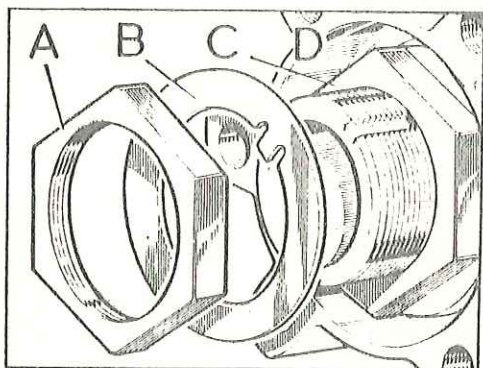

Fig. F-5 Tuerca y arandela de fijación del cojinete del buje
1.2. Aflojar la contratuerca, A, la tuerca, C (Fig. F-5) y arandela, B del buje D.
- 4.1. Situar en posición todos los componentes del buje salvo la contratuerca y la arandela de frenado (Fig. F-5).